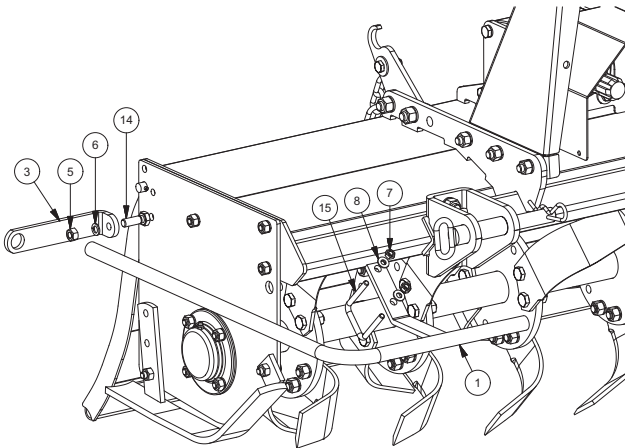

FIG. 9
1. Monter le support arrière (3, Fig. 9) avec la vis (14), l'écrou (5) et la rondelle (6).
2. Insérer le côté le plus long de la protection (1) dans le support arrière (3).
3. Monter les supports avant avec la vis (15), les écrous (7) et les rondelles (8).